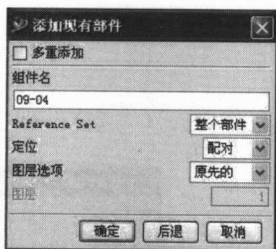

图 1-13 添加现有部件对话框
(2) 在对话框中输入文件名称, 单击【OK】按钮, 系统弹出如图 1-13 所示对话框, 要求用户设置组件的相关信息。取系统默认值, 则在装配组件中添加了一个新组件。